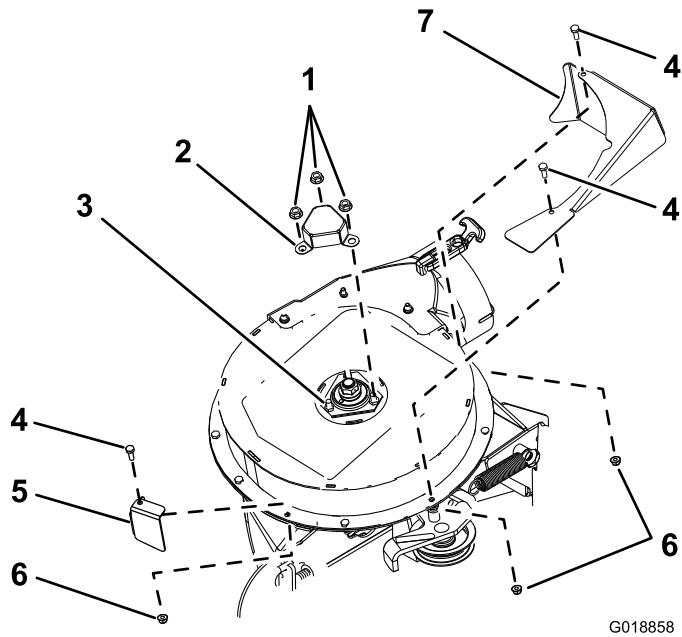

Figure 8
1. Alignez la protection d'arbre sur les 3 boulons et les 3 écrous de fixation du logement de roulement supérieur (Figure 8).
2. Fixez la protection d'arbre au ventilateur à l'aide des 3 écrous cannelés retirés à l'opération 1 de Dépose de la protection d'arbre et des fixations \(page 4\) ; voir Figure 8.
1. Alignez la protection avant sur le carter de ventilateur supérieur (Figure 8).
2. Fixez la protection avant au carter de ventilateur supérieur à l'aide d'un boulon à tête hexagonale (1/4 x 3/4 po) et d'un contre-écrou (1/4 po) retirés à l'opération 3 de Dépose de la protection d'arbre et des fixations \(page 4\) ; voir Figure 8.
3. Alignez le capot de tendeur sur le carter de ventilateur supérieur (Figure 8).
4. Fixez le capot du tendeur au carter de ventilateur supérieur à l'aide de 2 boulons à tête hexagonale (1/4 x 3/4 po) et de 2 contre-écrous (1/4 po) retirés à l'opération 3 de Dépose de la protection d'arbre et des fixations \(page 4\) ; voir Figure 8.